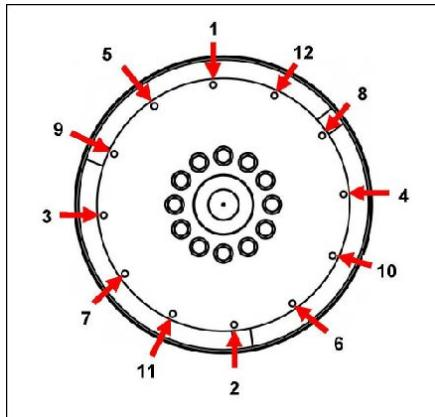

図 19. 固定手順
10. アライメント ダウエルを取り外します。肉厚ワッシャーをヘッドの下で使用して、カップリング ボルトを取り付けます。表示の順番で、ボルトを締め付けて、カップリング ディスクをフライホイールに固定します 図 19 ページ 31。